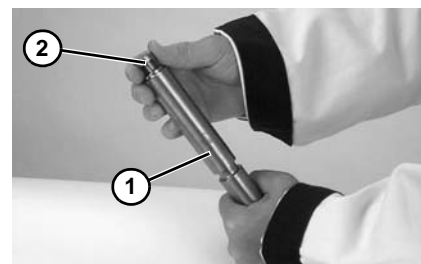

Figura 68
2. Inspeccione el husillo (**Figura 68, artículo 1**). Sustitúyalo si está desgastado.
3. Deslice e inserte el cojinete (**Figura 68, artículo 2**) en el husillo.